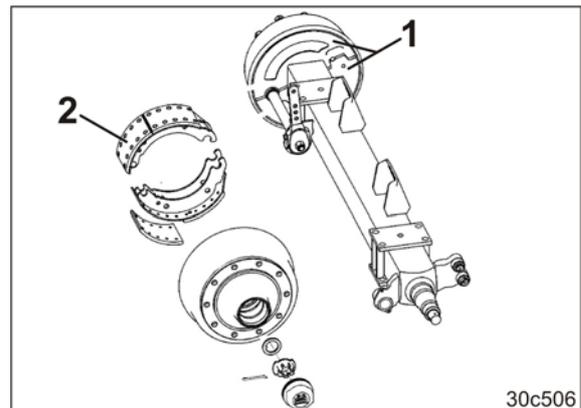

Рис. 283
1. Выверните болты и снимите оба защитных кожуха (Рис. 283/1) с внутренней стороны тормозного барабана.
Грязь может скапливаться на тормозных накладках (Рис. 283/2) и значительно снижать эффективность торможения.